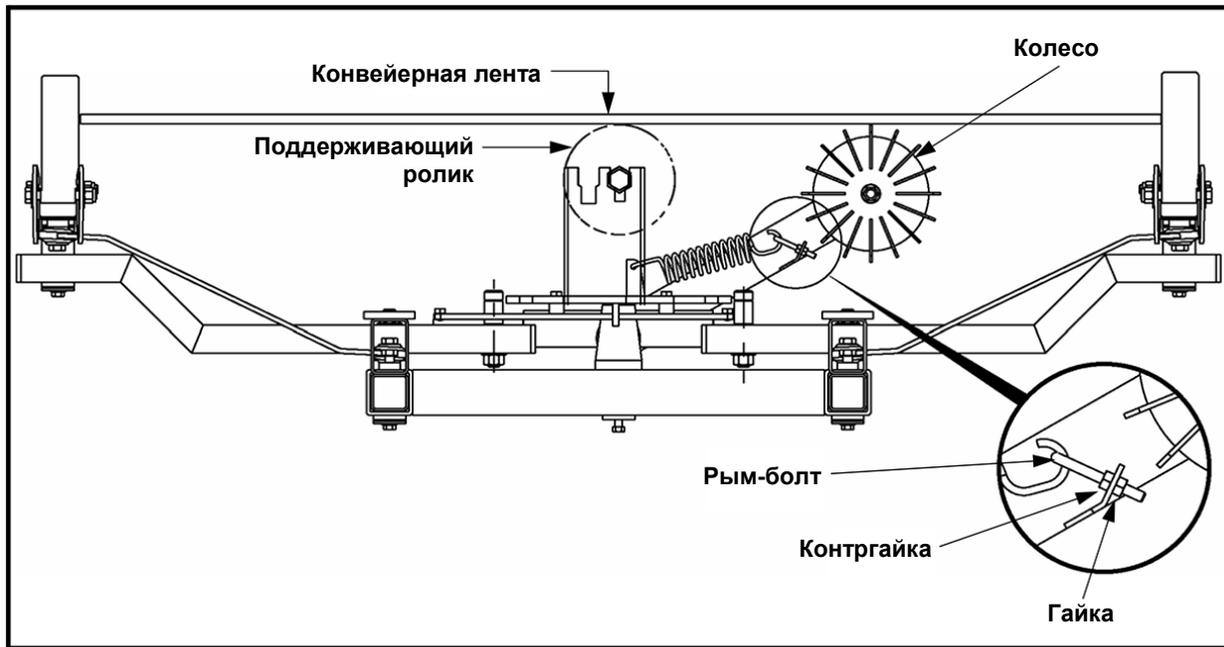

Рис. 17. Регулировочное колесо механизма переключения
- а) см. рис. 17; ослабьте гайку, чтобы отвести колесо вниз от ленты;